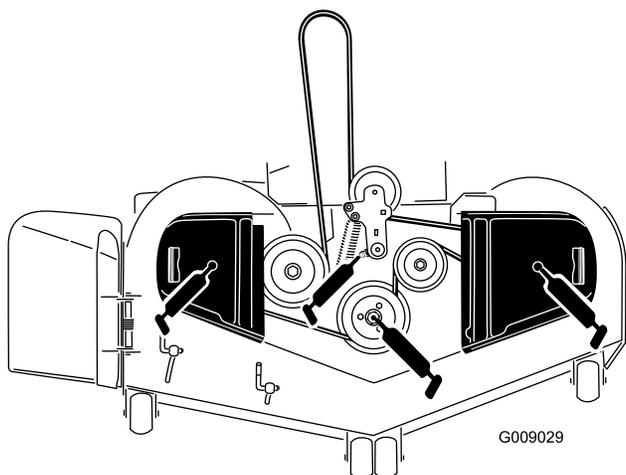

Figure 44
3. Graissez le pivot de la poulie de tension du tablier de coupe jusqu'à ce que la graisse ressorte par le bas (Figure 44).
4. Lubrifiez les roulements des 3 axes jusqu'à ce que la graisse ressorte par les joints inférieurs (Figure 44).
5. Graissez le bras de tension de la courroie d'entraînement (Figure 44).